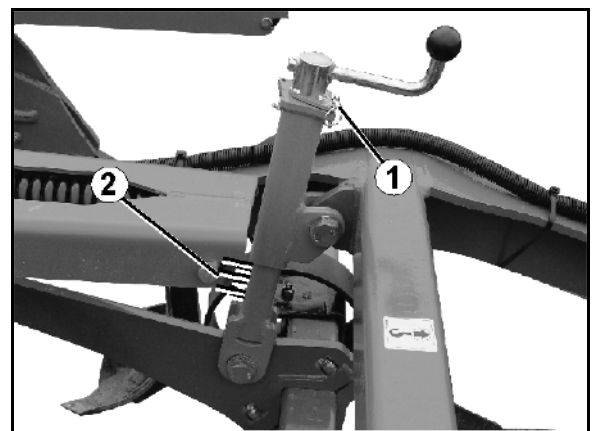

图 41
1. 拉出制轮楔 (图 41/1)。
- 在设置单元上安装有用于定位的刻度盘 (图 41/2)。